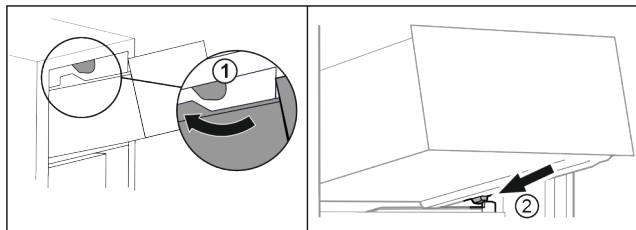

Fig. 132
- Vezesse el a fiókot a felső ütközők körül. Fig. 132 (1)
- Helyezze a fiókot ferdén az alsó ütközők mögé, a tartóbordára. Fig. 132 (2)